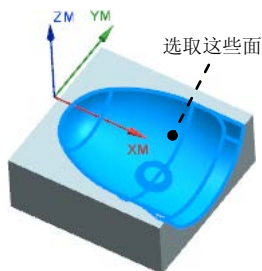

图 13.10 指定切削区域
Step2. 在绘图区中选取图 13.10 所示的切削区域 (共 22 个面), 单击 **确定** 按钮, 系统返回到“深度加工轮廓”对话框。